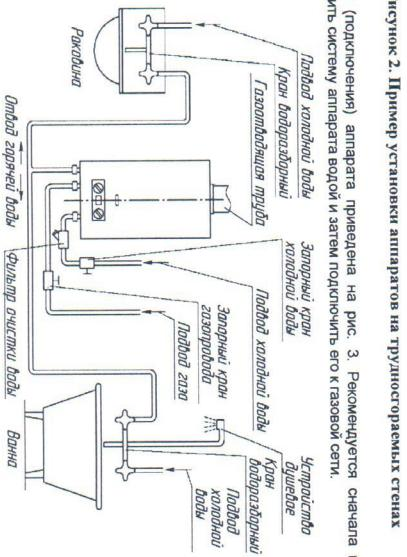

Рисунок 3. Схема установки аппарата
3.4.1. Для увеличения срока службы аппарата и улучшения его эксплуатационных характеристик рекомендуется устанавливать перед аппаратом фильтр очистки воды (см. рис. 3).
3.4.2. Для облегчения последующего обслуживания необходимо устанавливать перед аппаратом запорный кран на трубопроводе подвода горячей воды (рис. 3). Запорный кран должен быть легко доступен.